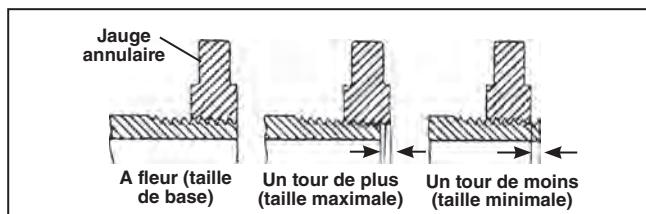

Figure 25 – Vérification de la taille du filetage
- Notez le débordement du filetage à travers la jauge. L'extrémité du tuyau devrait arriver à fleur de la paroi latérale de la jauge, plus ou moins un tour (*Figure 25*). Si le filetage ne s'aligne pas correctement, sectionnez la partie filetée du tuyau, réglez la tête de filière, puis façonnez un nouveau filetage. L'utilisation d'un filetage non conforme risque de compromettre son étanchéité.